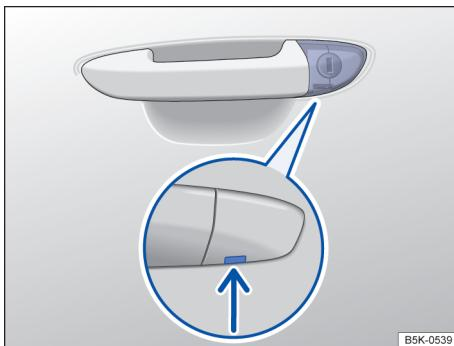

Fig. 54 Maçaneta da porta do condutor: cilindro da fechadura coberto.
- Inserir a haste da chave por baixo na abertura da capa de cobertura → Fig. 54 (seta).